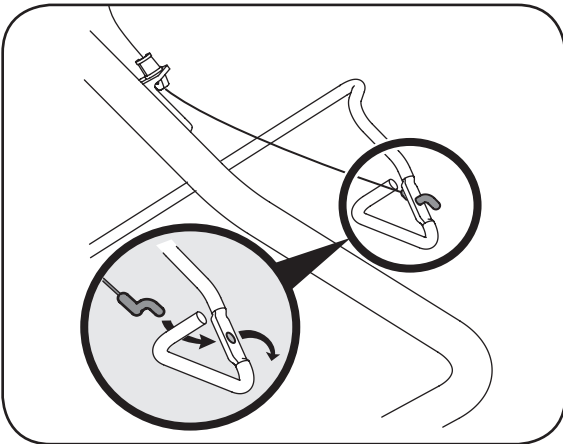

Figure 3-4: Accrochez le câble dans la commande d'embrayage des dents.
5. Enfoncez le raccord en Z du câble d'embrayage dans le trou de la commande d'embrayage des dents. Accrochez l'extrémité en Z dans l'ouverture en passant de l'intérieur vers l'extérieur, comme à la Figure 3-4.